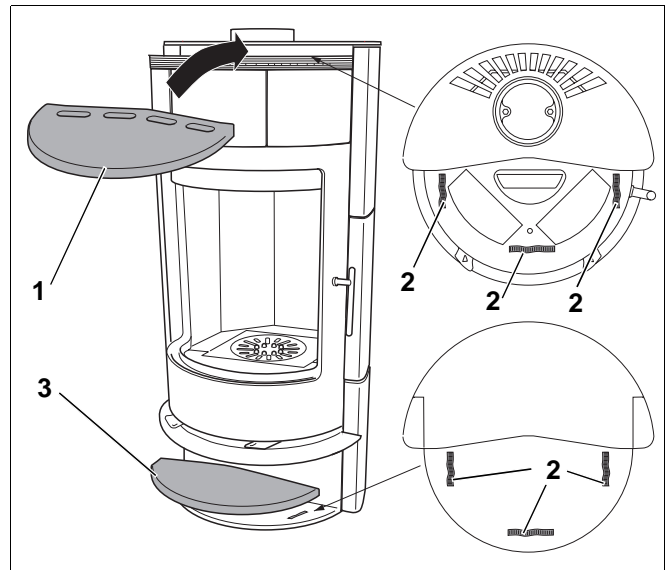

Abb. 16 Abdeckkachel und Holzlagerfachkachel einlegen
- Stahlblechabdeckplatte oben auf den Kaminofen mit den Haken in die Einkerbungen legen und 3 Abstandshalter (Abb. 16, **Pos. 2**) darauf kleben.
- Abdeckkachel auf den Kaminofen legen (Abb. 16, **Pos. 1**).
- 3 Abstandshalter auf die Auflagefläche der Holzfachlagerkachel (Abb. 16, **Pos. 2**) im Holzfach kleben.
- Holzlagerfachkachel in die Einkerbungen des Holzlagerfaches einlegen (Abb. 16, **Pos. 3**).